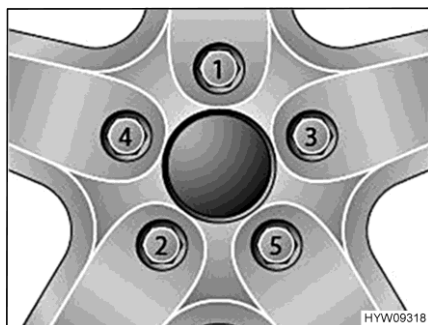

Bild 71 Dra fast hjulmuttrarna eller hjulbultarna korsvis
- Dra fast hjulmuttrarna eller hjulbultarna i den ordning som anges i Bild 71. Använd en momentnyckel och observera det angivna åtdragningsmomentet (se avsnitt 14.5).
- Kontrollera regelbundet att hjulmuttrarna eller hjulbultarna är ordentligt åtdragna. Om du har bytt däck ska hjulmuttrarna eller hjulbultarna dras åt efter 5 mils körning. Följ den ordning som anges i Bild 71.
- Då nya eller nylackerade fälgar används bör hjulmuttrarna eller hjulbultarna dras åt efter ca 100 till 500 mil. Följ den ordning som anges i Bild 71.